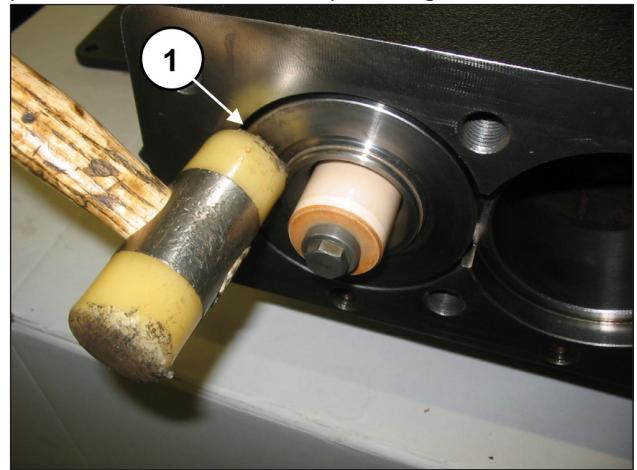

Fig. 160
Certifique-se de que o bloco da camisa - suporte chegue a se posicionar até o fundo do local (pos. ①, Fig. 160).